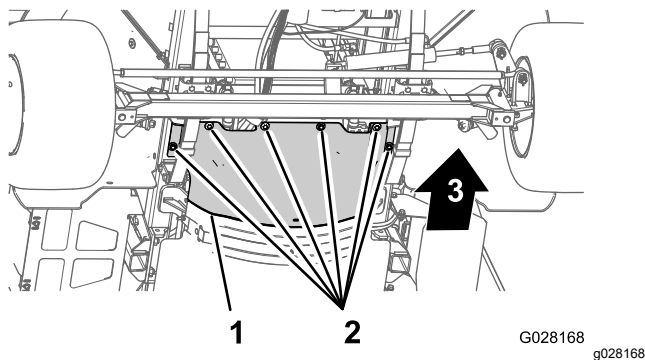

Figure 61
3. Retirez les 6 boulons à tête hexagonale et les 6 rondelles qui fixent l'écran pare-chaleur avant au châssis et déposez l'écran (Figure 61).